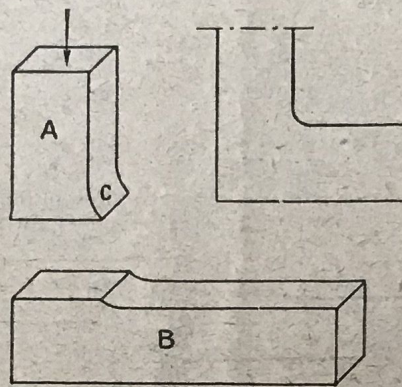

FIG. 96.
a) *Encollage d'équerre sur champ* (fig. 96) : la pièce B est refoulée pour constituer une sorte de patin plus long que large, de manière à amorcer le congé. La pièce A est refoulée à l'extrémité, plus en largeur qu'en épaisseur.